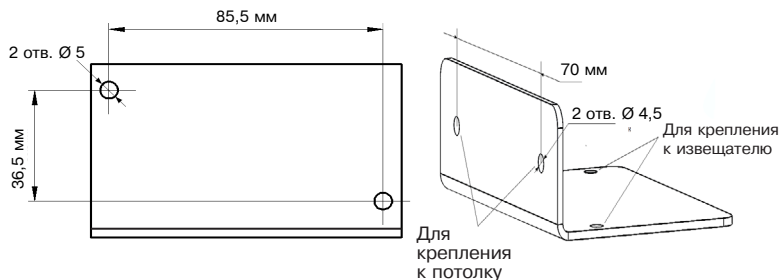

Рисунок 56
2.5.17.3 Для крепления ИПП-ЗИК-Ех к потолку воспользуйтесь угольником (рисунок 56), соединив его с электромонтажной коробкой с помощью крепежа.
2.5.18.3 Для крепления ИПП-ИК-УФ-Ех к потолку воспользуйтесь угольником (рисунок 56), соединив его с электромонтажной коробкой с помощью крепежа.